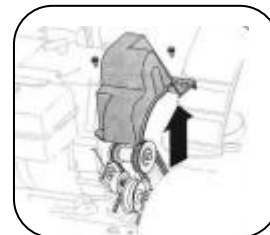

Bild 21
2. **OBS!** Töm snöslungan på bensin, eller lägg en bit plast under bensinlocket. Se bild 21.